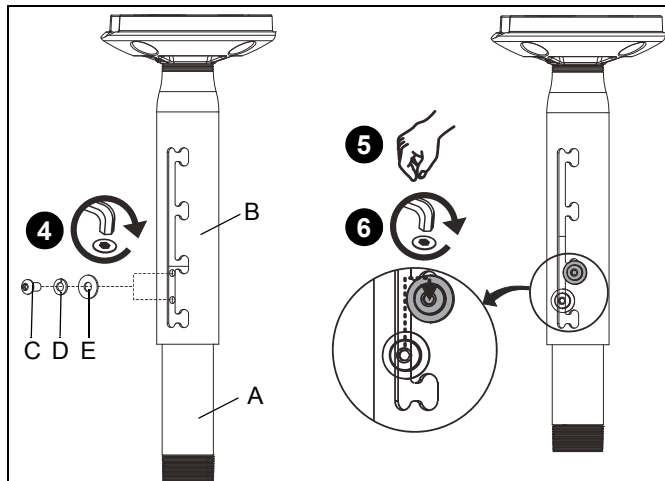

Figura 3
- Usando a chave (J), instale de forma frouxa o parafuso (C) através da arruela (D), da arruela chata (E) e da coluna externa (B) no orifício de ajuste da coluna interna (A) (Veja a figura 3).
- Ajuste a coluna (A ou B, conforme aplicável) para o comprimento desejado e, em seguida, gire e trave na posição desejada (Veja a figura 3).
- Aperte o parafuso (C) usando a chave (J) (Veja a figura 3).